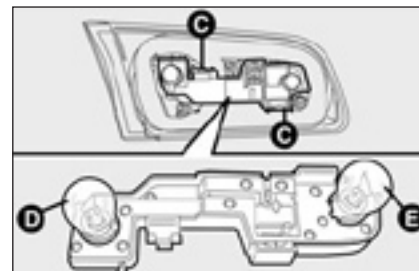

рис. 23
- ☐ нажмите пластинки держателя лампы во внутрь **С-рис. 23** для того, чтобы ее извлечь;
Лампы в корпусе расположены следующим образом (**рис. 23**):